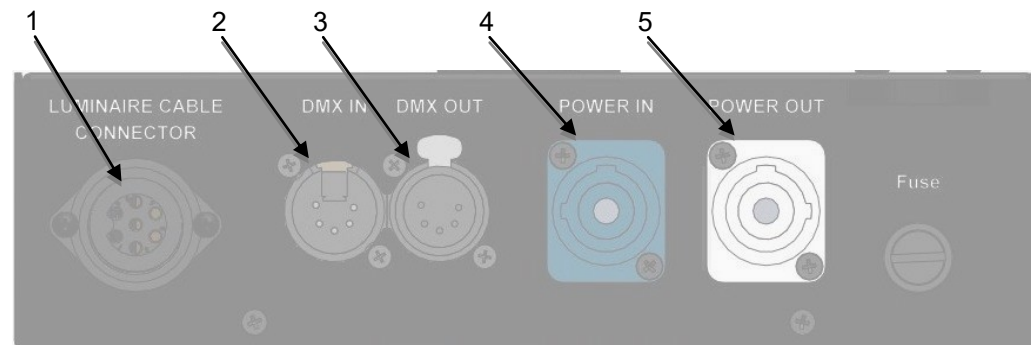
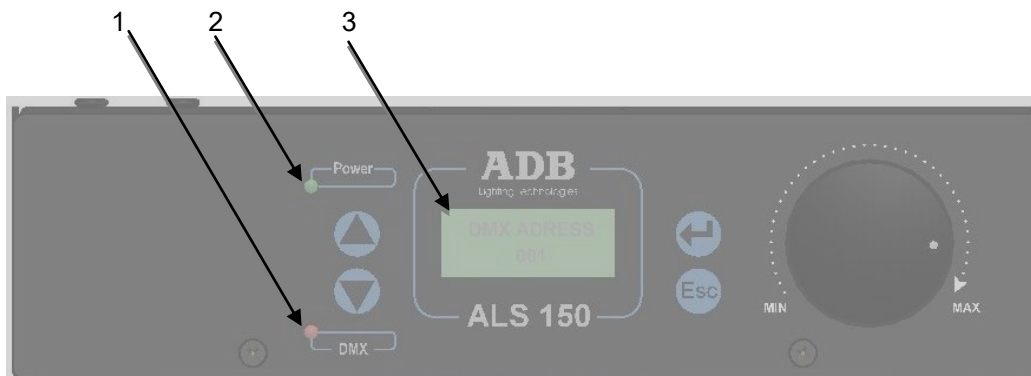

Fig 1
Fig 2
Connect the luminaire's cable to the multipoint connector (Fig 2 – marker 1).
## Ballast Electrical connection (Fig. 1)
Connect the mains cable supplied using the PowerCon connector (¼ turn) to the **Power In** input (Fig 1 – ref. 4).
The green **Power** LED lights (Fig 2 – ref. 2).
- The LCD displays lights up (Fig 2 – repair 3) and displays the luminaire's firmware version number for a moment.
Connect a female XLR5 cable to the luminaire's DMX In input (Fig. 1, ref. 2). The red DMX LED (Fig. 2 – ref. 1) lights if a DMX signal is detected by the luminaire. In that case, the luminaire will be controlled using DMX.
## Serial connection (Fig. 1)
**'Power Out' mains out** (Fig 1 – ref. 5): Connect a link cable (3 x 1.5 mm2) between luminaires equipped with PowerCon In and Out sockets (available as an option: 1006.10.060).
**'DMX Out' data out** (Fig 1 – ref. 3): Connect a male/female XLR5 cable between the luminaires. It is recommended that a DMX terminating resistor is inserted in the 'DMX Out' out connector of the final luminaire.
Brancher le câble du projecteur dans le connecteur multipoint (Fig 2 - repère 1).
Brancher le câble d'alimentation fourni avec connecteur PowerCon (¼ de tour) sur l'entrée Power In (Fig 1 - repère 4).
La LED verte **Power** s'allume (Fig 2 - repère 2).
- L'afficheur LCD s'allume (Fig 2 - repère 3) et affiche pendant un court instant la version logicielle du projecteur.
Brancher un câble data équipé d'un connecteur XLR5 femelle sur l'entrée DMX In du projecteur (Fig.1- repère 2). La LED rouge **DMX** (Fig.2 - repère 1) s'allume si le signal DMX est détecté par le projecteur. Le projecteur est piloté dans ce cas en mode DMX.
## Raccordement en série (Fig.1)
**Sortie secteur « Power Out »** (Fig 1 - ref. 5) : Brancher entre les projecteurs un câble de liaison (3 x 1,5 mm2) équipé de deux fiches PowerCon In et Out (disponible en option : 1006.00.070).
**Sortie Data « DMX Out »** (Fig 1 - ref. 3) : Brancher un câble data équipé de deux fiches XLR5 (mâle et femelle) entre les projecteurs. Il est recommandé de mettre un bouchon DMX sur la sortie « DMX Out » du dernier projecteur.